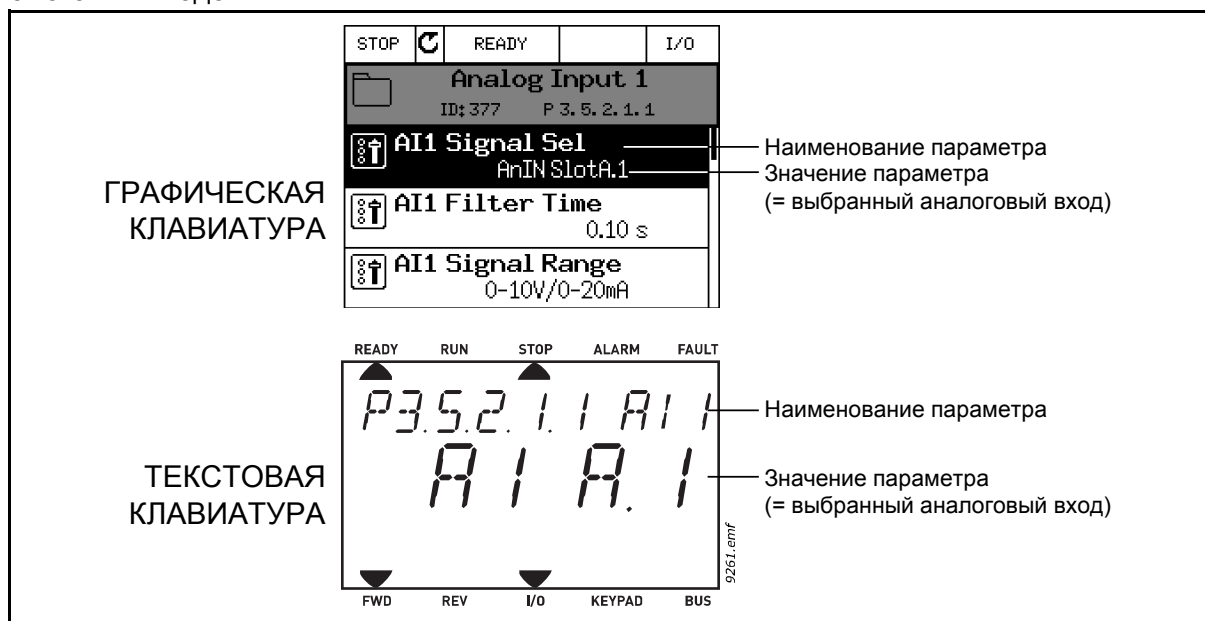

Рис. 65.
2. Приложение перешло в режим редактирования , о чем свидетельствует мигающее и подчеркнутое значение гнезда DigIN SlotA . (Если доступно больше дискретных входов, например на дополнительных платах, которые установлены в гнезда C , D или E , эти входы также можно выбрать.) См. рис. 65.	2. Приложение перешло в режим редактирования , о чем свидетельствует мигающая буква d . (Если доступно больше дискретных входов, например на дополнительных платах, которые установлены в гнезда C , D или E , эти входы также можно выбрать.) См. рис. 65.